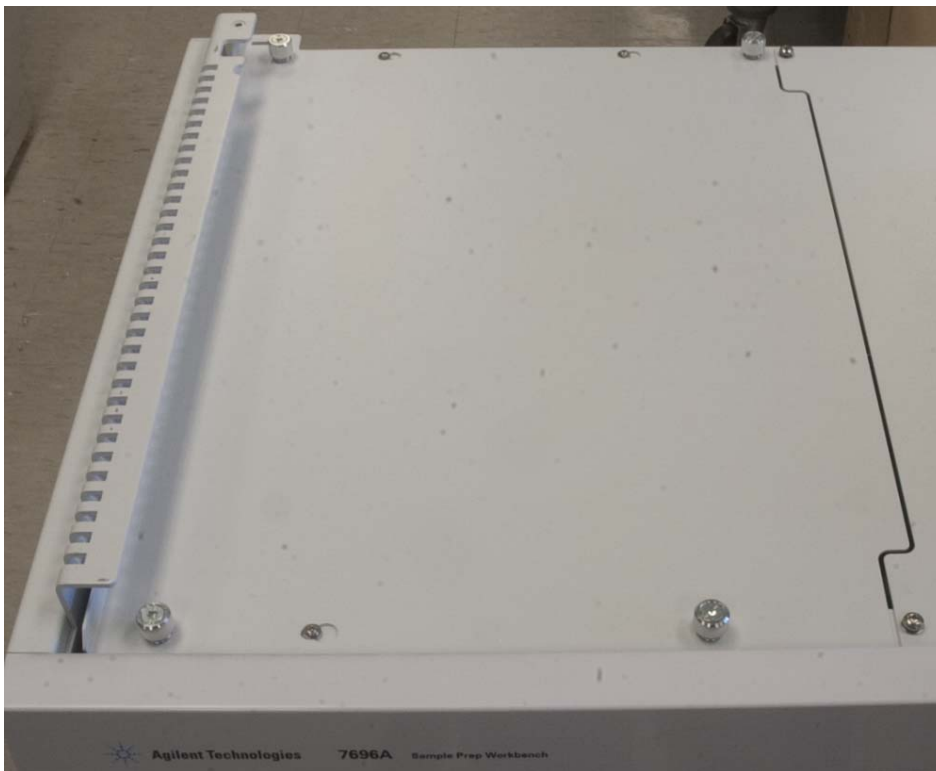

Figura 1 Extracción del panel superior izquierdo de la estructura principal
- 1 Afloje los tornillos del panel superior izquierdo de la estructura principal (Figura 1).